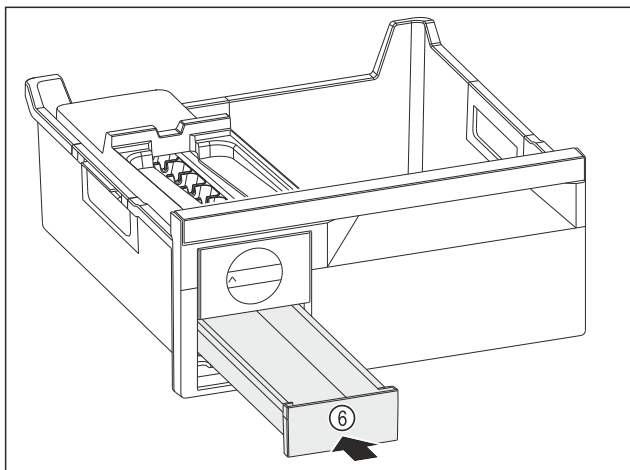

Fig. 88
- Eiswürfelschubfach Fig. 88 (6) einschieben.